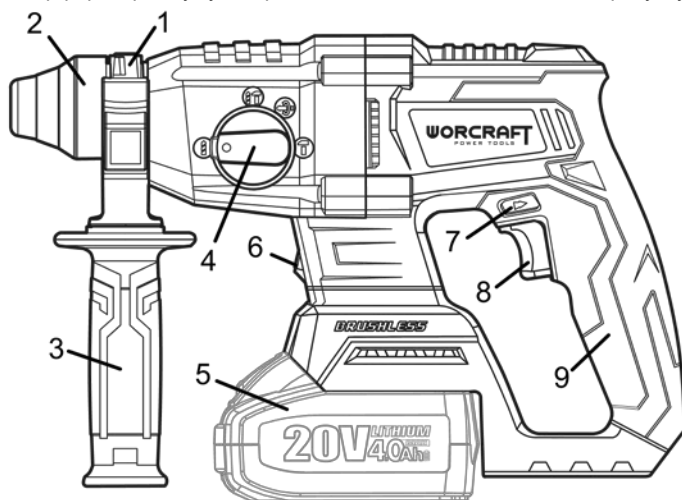
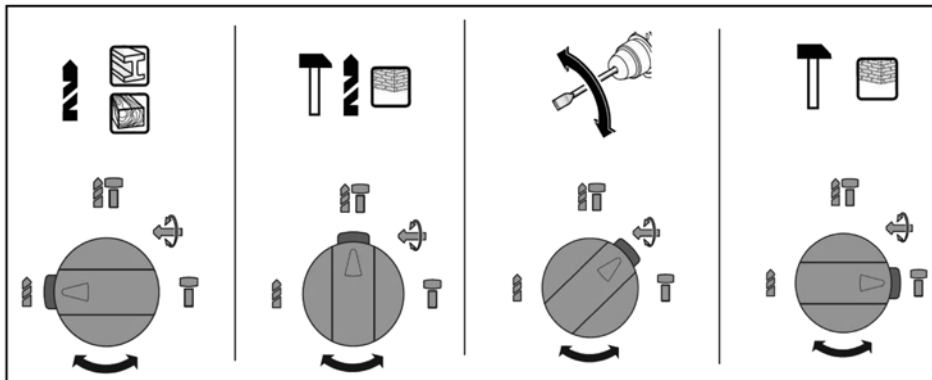

Рисунок 1
Рисунок 2
3.5 Після встановлення змінного інструмента завжди перевіряйте надійність його кріплення – спробуйте витягти його без відведення кільця патрона. Щоб витягти змінний інструмент з патрона необхідно відвести кільце патрона (2, рисунок 1) у бік передньої рукоятки (3, рисунок 1).
4.1 Після під'єднання акумуляторної батареї (продається окремо!), виберіть необхідний режим роботи виробу за допомогою перемикача (дивіться рисунок 2). Перемикач режимів роботи виробу здійснюється поворотом перемикача (4, рисунок 1) з одного положення в інше, відповідно символу режиму роботи:
4.2 Для увімкнення виробу натисніть на пускову кнопку (8, рисунок 1) з необхідним зусиллям для відповідної швидкості обертання двигуна. Для вимкнення виробу достатньо відпустити пускову кнопку.